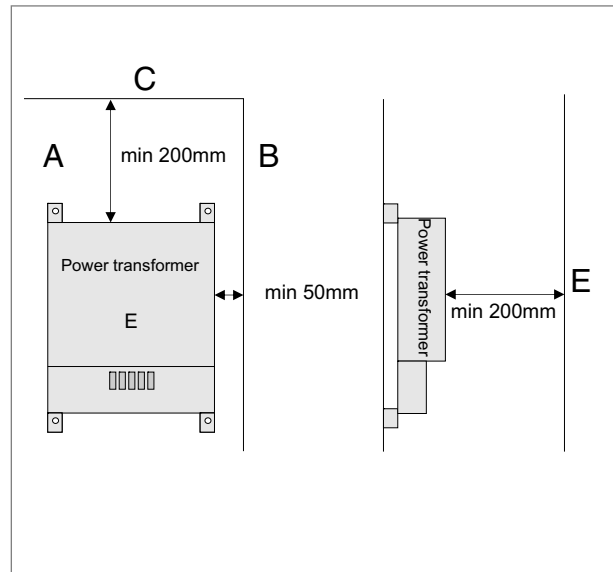
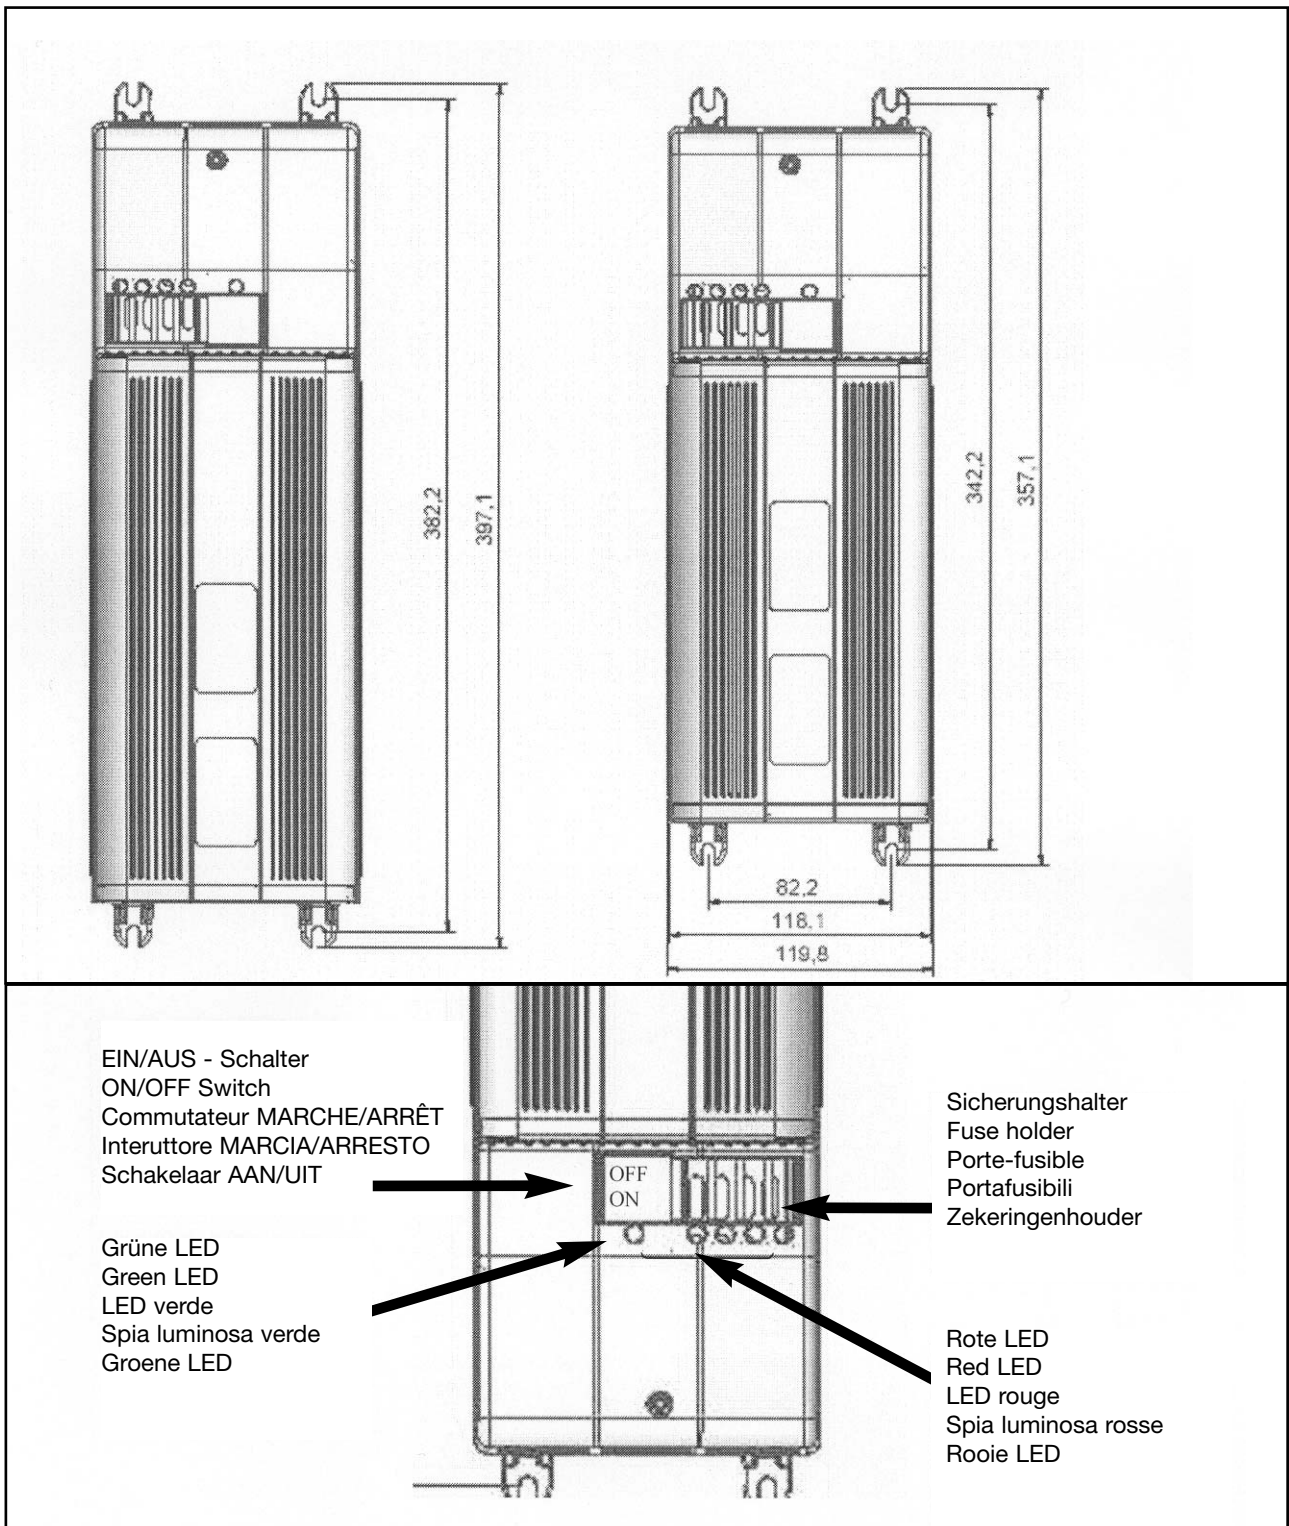

Fig. 2
Fig. 4
- Les appareils de type 1 (voir fig. 4 page 33) sont allumés/éteints au moyen du commutateur on/off. Si la LED verte située en dessous du bouton de commutation on/off est allumée, cela indique que la tension d'entrée 230V CA est disponible (voir fig. 2). Si la LED verte n'est pas allumée, cela indique l'absence de tension d'entrée 230V CA ou que l'appareil s'est éteint en raison d'une surchauffe (voir Para. 3.2.1).
Un fusible défectueux indique en général un court-circuit ou une surcharge de la sortie 12V. Ceci est signalé par une LED rouge allumée près du fusible (voir fig. 2), si un consommateur est raccordé.
Allumez à nouveau l'unité (voir fig. 2). Si le fusible se déclenche à nouveau, faites appel à un partenaire de service Dometic pour le convertisseur CA/CC.
- Installez le convertisseur CA/CC dans un endroit bien aéré et protégé contre l'humidité. Pour obtenir une évacuation optimale de la chaleur, monter l'appareil à la verticale (voir fig. 2).
Le montage optimal du convertisseur CA/CC est en position verticale (fig. 2). La température ambiante maximale peut aller jusqu'à 50°C.